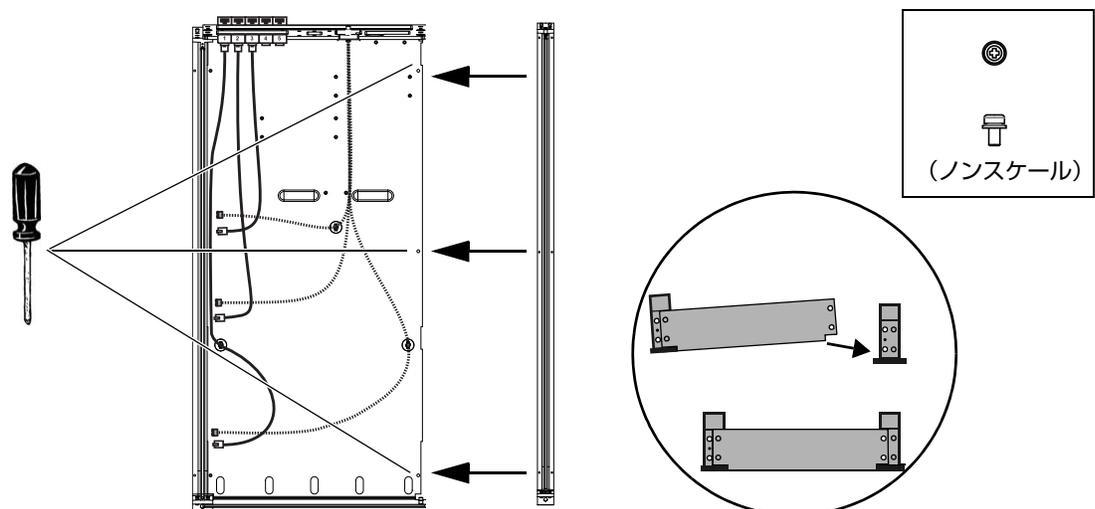

図 14. サイド・ウォールをシャーシの底面プレートに固定する様子を示した上面図（左）と正面図（右下）
- 2 ねじ#1 Phillipsを3つ使って、サイド・ウォールを右端のシャーシの底面プレートに取り付けます。シャーシの底面プレートの右端を、サイド・ウォールの左端の上に重ねて固定します（図 14を参照）。